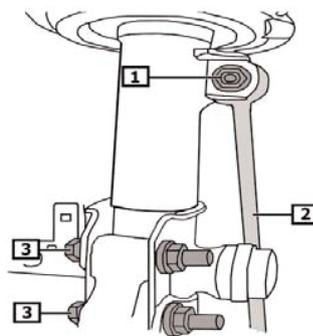
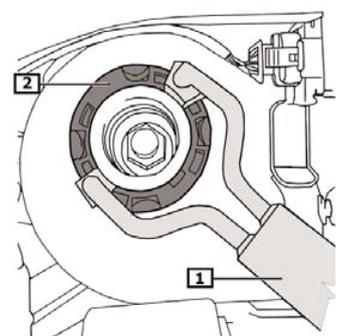

Fig. 2:
Fig. 3:
- Halteklammer (3) abziehen.
- Bremschlauch (4) aus dem Halter lösen.
- **Fig. 2** Mutter (1) abschrauben.
- Koppelstange (2) vom Federbein trennen
- Schrauben (3) entfernen.
- **Fig. 3** Federbein festhalten. Sicherungsring entfernen.
- Remove retaining clamp (3).
- Detach brake hose (4) from bracket.
- **Fig. 2** Unscrew nut (1).
- Detach coupling rod (2) from suspension strut.
- Remove screws (3).
- **Fig. 3** Hold suspension strut securely. Remove lock ring.
- Retirer l'agrafe de support (3).
- Enlever le flexible de frein (4) du support.
- **Fig. 2** Dévisser l'écrou (1).
- Séparer la bielle de connexion (2) de la jambe de force
- Enlever les vis (3).
- **Fig. 3** Maintenir en place la jambe de force. Enlever le circlip.
- Retirar la grapa (3).
- Soltar el manguito del freno (4) de la sujeción.
- **Fig. 2** desatornillar la tuerca (1).
- Soltar la barra de acoplamiento (2) del amortiguador.
- Retirar los tornillos (3).
- **Fig. 3** Sujetar el amortiguador. Retirar la anilla de seguridad.